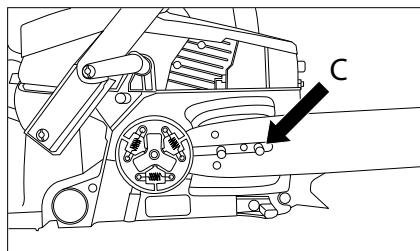

Rys. 4
- Ustawić osłonę hamulca łańcucha w pozycji roboczej, pociągając dźwignię do siebie. Upewnij się, że łańcuch obraca się wokół prowadnicy (Rys. 4).